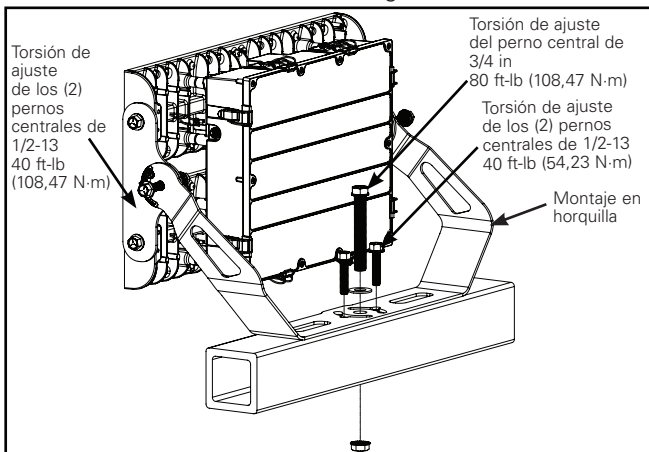
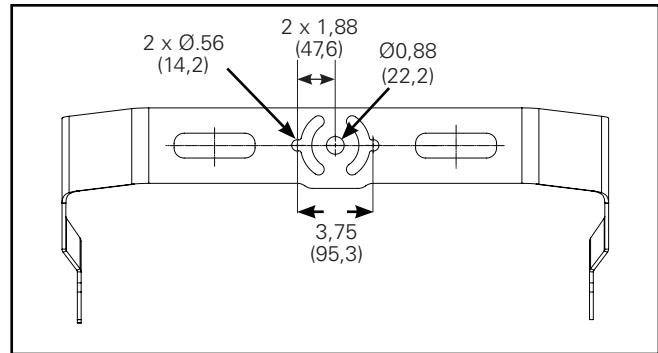

Figura 1.
Figura 2.
Montaje en horquilla (Figura 1)
1. Monte el luminario en una superficie que garantice el máximo contacto en la superficie inferior de la horquilla como se muestra en la Figura 1. Utilice el patrón de orificios que se proporciona en la Figura 2 para alinear correctamente la horquilla con el orificio central y las dos ranuras de 0,56 in (1,42 cm) con una separación de 3,75 in (9,53 cm).
Nota: No invierta la horquilla ni la monte en ninguna otra orientación que no sea la que se muestra en la Figura 1.